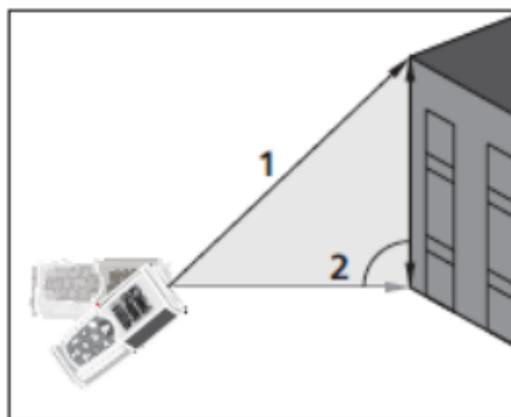

Fig. 7: Esecuzione misura Indiretta a 2 punti
3. Posizionare lo strumento nel punto più alto (1) della misura (vedere Fig. 7) e premere il tasto  per eseguire la misura. Il risultato è mostrato nel primo display parziale. Il simbolo "" è mostrato a display con lato "2" lampeggiante
4. Posizionare lo strumento nel modo più orizzontale possibile (2) della misura (vedere Fig. 7) e premere il tasto  per eseguire la misura. Il risultato è mostrato nel secondo display parziale
5. Il valore finale del risultato (ottenuto come  $\sqrt{(1)^2 - (2)^2}$ ) è mostrato nel display risultante